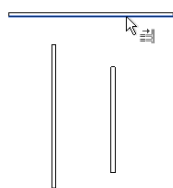

图 2-74 选择边界
(1) 单击“修改”选项卡“修改”面板“修剪 / 延伸单个图元”按钮, 选择要用作边界的参照, 如图 2-74 所示。